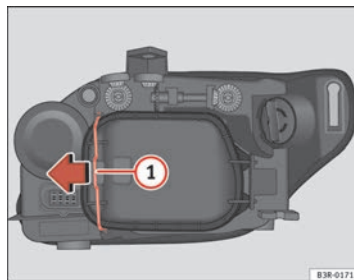

Fig. 210 Luci di posizione (lato esterno veicolo)
- Far scorrere il tirante ⇒ pag. 283, fig. 210 ① nel senso della freccia e sfilare la copertura separando prima il lato del tirante ed estraendo dopo le due linguette dell'estremità opposta.